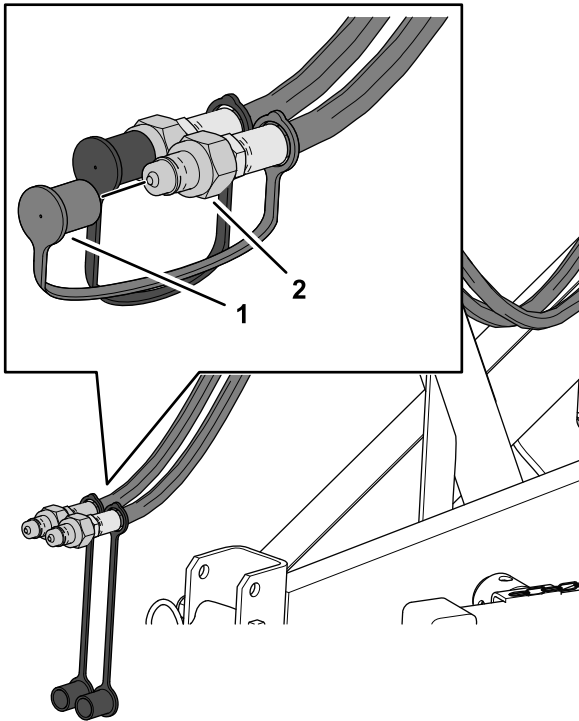

Figura 3
- Desconecte las 2 mangueras hidráulicas del vehículo de remolque (Figura 3).
- Instale los tapones guardapolvo sobre los acoplamientos hidráulicos (Figura 3).